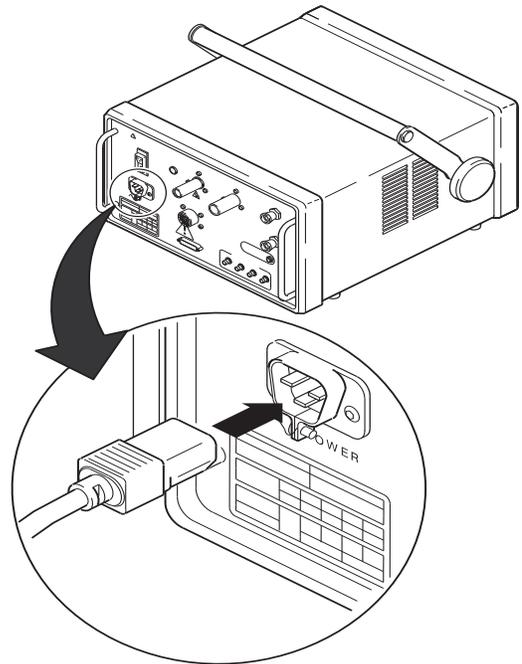

Figure 3 *Insérer le cordon d'alimentation ici*
2. Brancher le cordon d'alimentation sur la prise polarisée située au dos de l'unité. Voir la Figure 3.